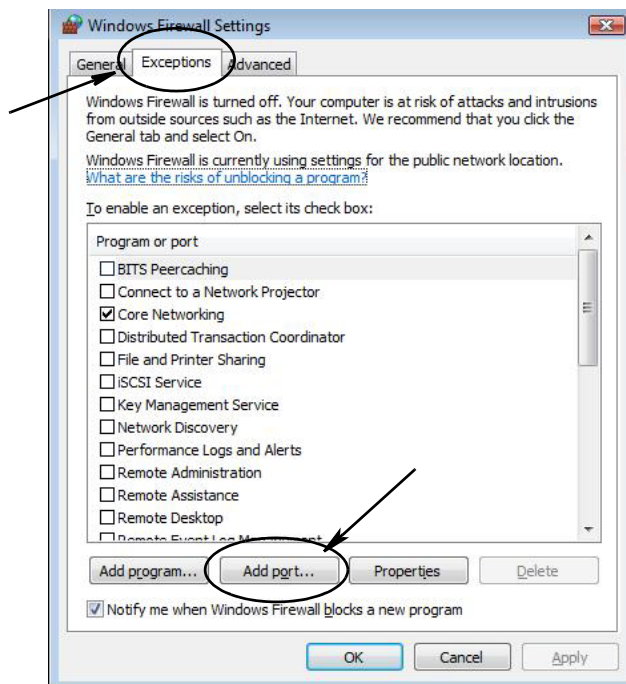

FIG. 28
3. Klik op het tabblad "Uitzonderingen" voor weergave van de inhoud als dit nog niet geselecteerd werd (FIG. 28).
4. Klik op "Poort toevoegen" (FIG. 28).